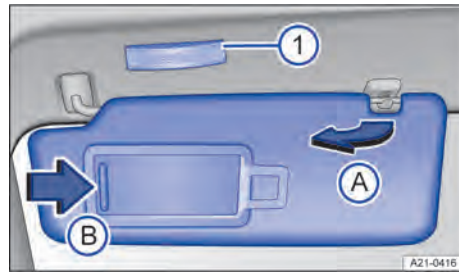

Abb. 92 Im Dachhimmel vorn: Sonnenblende.
2. Aus der Halterung herausziehen und zu der Tür schwenken → Abb. 92 Ⓐ.
1. Abdeckung in Pfeilrichtung aufschieben → Abb. 92 Ⓑ.
Die Leuchte → Abb. 92 ① verlischt, wenn die Abdeckung vor dem Make-up-Spiegel zurückgeschoben oder die Sonnenblende nach oben geklappt wird.